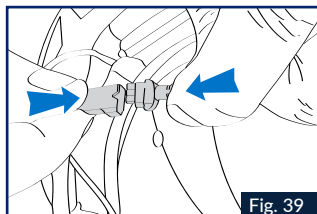

Fig. 39
10. Collegare la batteria (connettore nero a 3 derivazioni) e il gruppo comandi come indicato nella Fig. 39